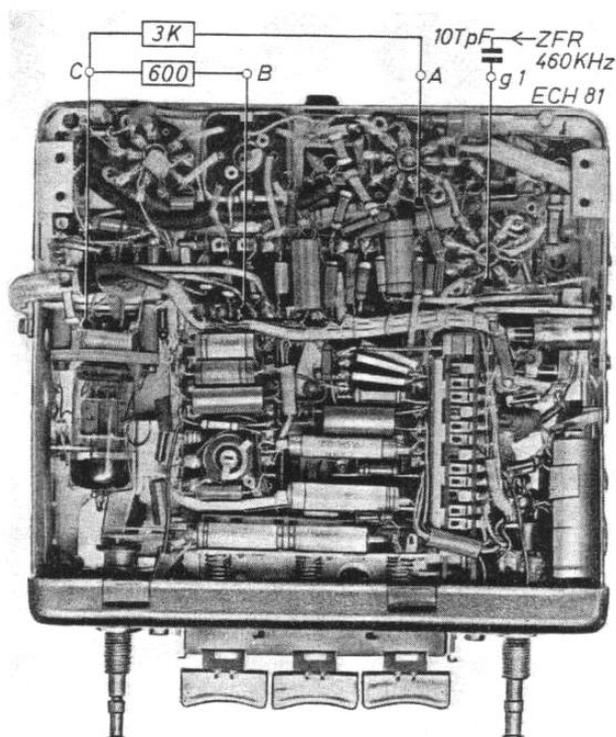

Abb. 6
- a) **ZF.** Meßsender über 10 000 pF an  $g_1$ -ECH 81 ankoppeln (Abb. 6). ZF-Kreise in der angegebenen Reihenfolge wiederholt auf Maximum abgleichen. Meßsender über künstliche Antenne an Antennenbuchse legen. ZF-Sperrkreis auf Minimum abgleichen.
- a) Zur Einstellung des Gleichstromverstärkers wird ein Spannungsteiler nach Abb. 6 (siehe auch Schaltbild) an die Punkte A (+ Röhrenheizung EBF 89), B (-Leitung), C (Gitter ECC 85) angeschlossen und die Taste U gedrückt.